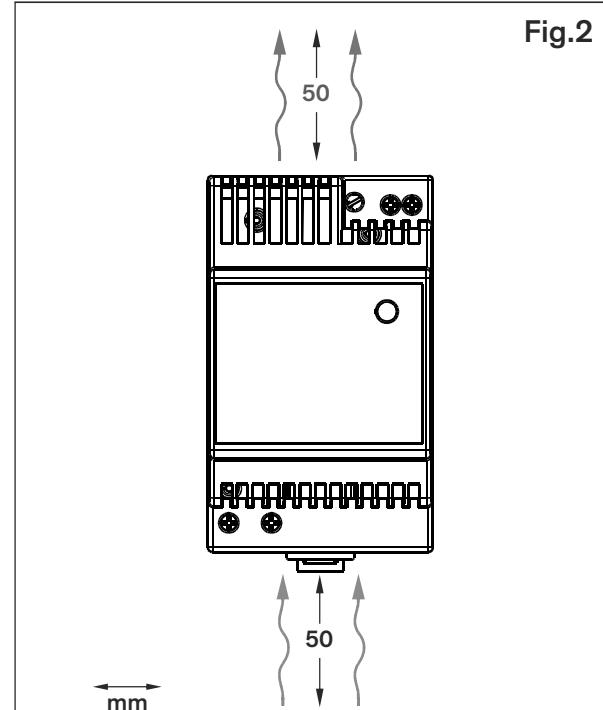

Fig.2
- The Power Supply wiring must be sufficiently fused. Fig.2
- Sufficient cooling must be ensured. Fig.2
The device can be mounted onto 35mm DIN rails, compliant with the specifications of DIN EN 50022. Observe the requirements for ventilation space above and below the device. Fig.2
- Für ausreichende Kühlung muss gesorgt sein. Fig.2
Das Gerät kann an 35 mm DIN-Schienen montiert werden, in Übereinstimmung mit der Spezifikation DIN EN 50022. Dabei sind die Anforderungen an die Ventilationsabstände über und unter dem Gerät einzuhalten. Fig.2
- Assurer un refroidissement suffisant. Fig.2